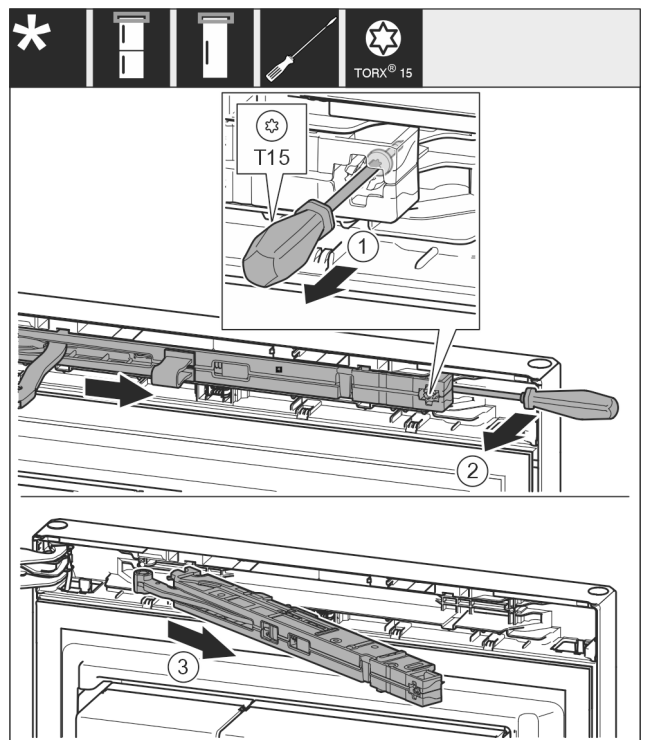

Fig. 10
- ▶ Løsne skrue på lukkedemperenhet med skrutrekker T15 ca. 14 mm. Fig. 10 (1)
- ▶ Sett inn en skrutrekker bak lukkedemperenheten på håndtakssiden, og drei den forover. Fig. 10 (2)
- ▶ Trekk ut lukkedemperenheten. Fig. 10 (3)